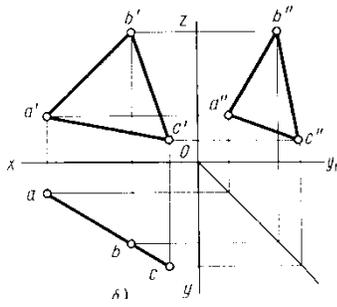

Рисунок 8
- 1)  $P \perp \Pi_1$  – горизонтально-проецирующая плоскость (Рисунок 8)